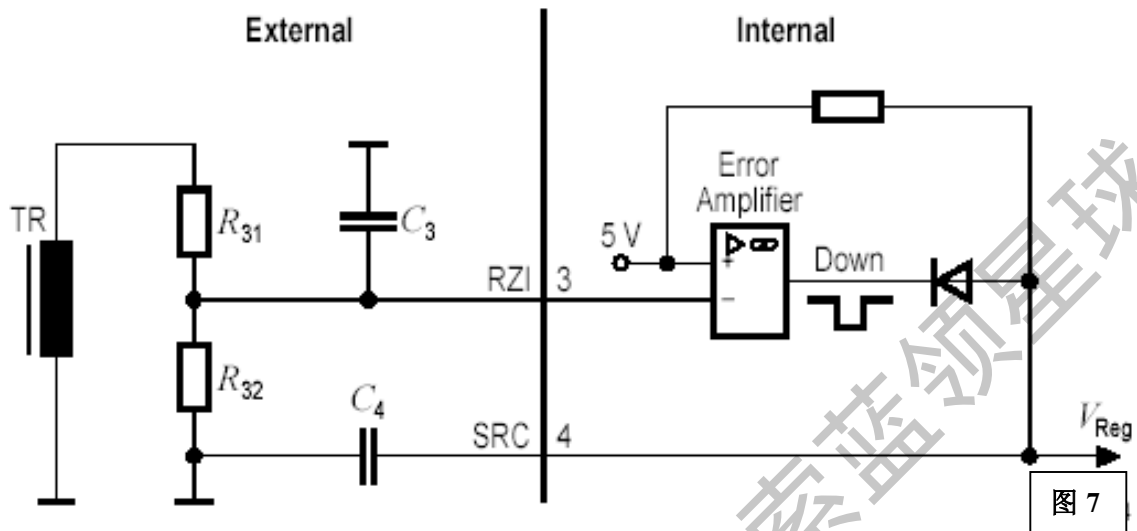
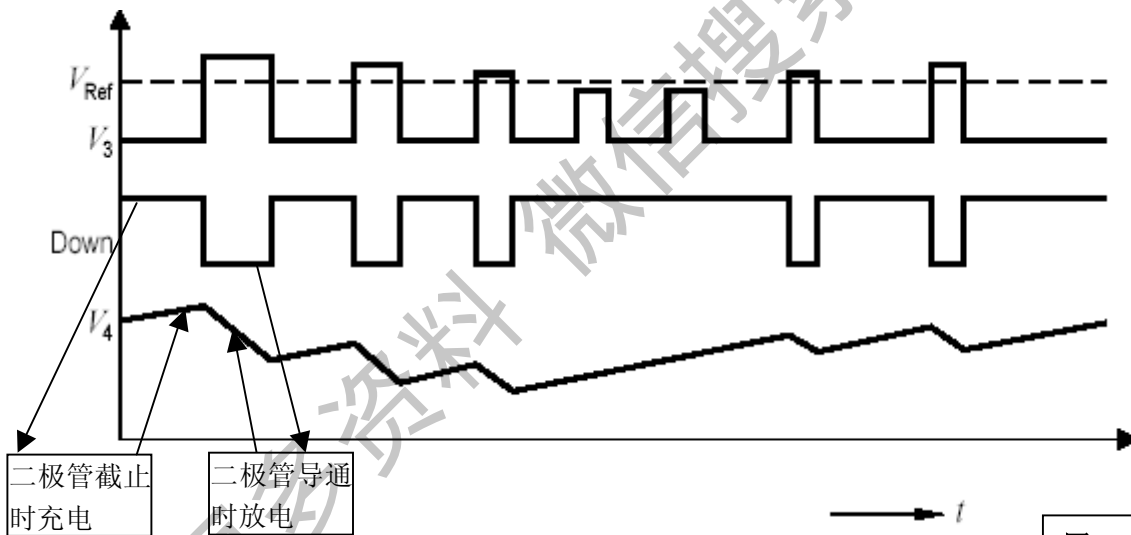

图 7
图 8
如图 7 所示，IC 内部有一个 Error Amplifier 误差放大器，由开关变压器次级绕组感应到的开关脉冲经过 R31 与 R32 分压后，送到 IC(3)脚，即误差放大器的负端。当输出电压较高时，如 (3) 脚的脉冲电压大于 5V，误差放大器将输出低电平，二极管导通，经过 C4 平滑后，参考电压  $V_{reg}$  变低，此参考电压通过控制电压缓冲器 BCV 使控制电压也变小，因此输出电压将自动调低；反之输出电压较低时，如其脉冲低于 5V，误差放大器将输出高电平，二极管截止，由于电容 C4 的存在，5V 对参考电压  $V_{reg}$  充电，参考电压升高，控制电压也升高，因此输出电压将自动调高，可见该脚有一定的稳压控制作用。图 8 显示了调整的整个过程。IC(3)脚外接电容 C3 除了对过零信号延迟外，还起对开关管截止后产生的尖峰脉冲进行平滑的作用。
PIN4 为软启动控制端，其外接电容 C4 为软启动电容。如图 7 所示，刚开机时，内部 5V 电源对该脚的外接电容 C4 充电，参考电压  $V_{reg}$  缓慢上升，经控制电压缓冲器 BCV 使控制电压也缓慢上升，因此开关管的导通期将缓慢增加，逐渐展宽，使整机各点处于低压小电流的工作状态，从而保护开机瞬间各元器件不被浪涌电流和